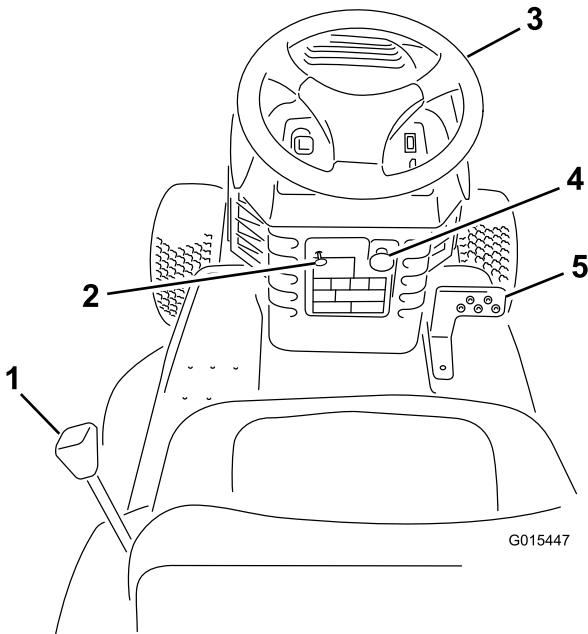
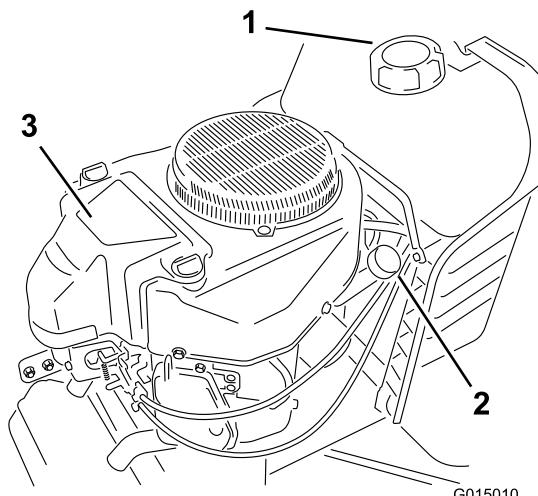

Figure 4
Figure 6
Avant de mettre le tracteur en marche et d'utiliser la machine, familiarisez-vous avec toutes les commandes (Figure 4 à Figure 6).
3. Tirez la manette de starter (Figure 4).